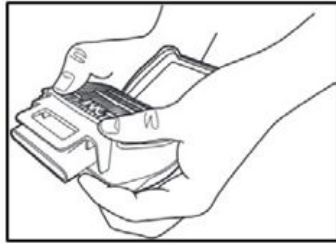

Fig.6
2. Alinhe a metade maior do retentor com a parte traseira (lado plano) do cartucho. Pressione o retentor no cartucho com as duas mãos, lembrando de pressionar os quatro cantos do retentor do cartucho/filtro (Fig. 6). O retentor do filtro tem indicadores de ponto de contato em cada canto. Você deve ouvir o clique do retentor no lugar.